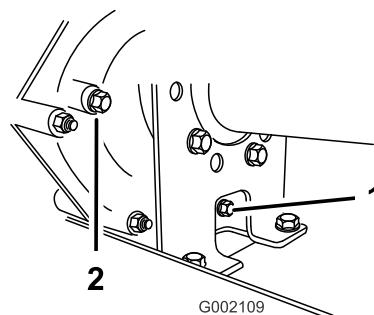
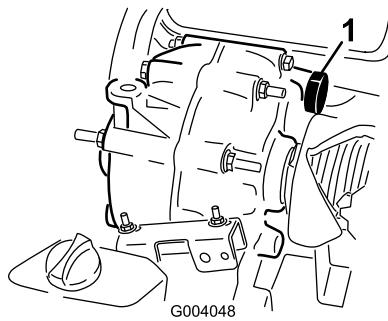

Рисунок 56
Рисунок 57
2. Тщательно протрите места вокруг пробок заливного и сливного отверстий ветошью (Рисунок 56).
4. Снимите пробку заливного отверстия, повернув ее против часовой стрелки (Рисунок 56).
5. Снимите пробку сливного отверстия, повернув ее против часовой стрелки (Рисунок 56).
6. Установите и затяните пробку сливного отверстия с прокладкой в сливное отверстие трансмиссии (Рисунок 56).
7. Долейте в бак (Рисунок 57) через заливное отверстие приблизительно 1,4 л масла указанного типа или пока уровень масла в трансмиссии не станет на уровне нижней части резьбы. (Рисунок 56).
8. Установите и затяните пробку заливного отверстия с прокладкой в заливное отверстие трансмиссии (Рисунок 56).
10. Проверьте уровень масла и долейте его, если уровень масла ниже нижней части резьбы заливного отверстия (Рисунок 56).